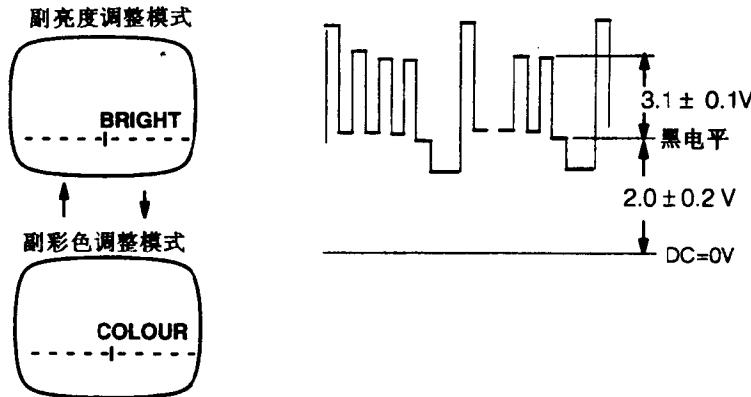

图 1.3.7
①接收一个 PAL 彩条图形。
②在 E32 (G—输出) 的管脚 3 上接上一个示波器。
③在 TPE 和 TP10 之间接上一条短导线。
- ④把彩色、对比度和亮度调到正常。
- ⑤拨动维修开关 (S1101)，然后按下功能钮 S1103，选择副亮度调整模式。
- ⑥按图 1.3.7 所示调整副亮度，用音量“升”或“降”调整： $2.0 \pm 0.2V$ 。
- ⑦按下 S1103 (功能钮) 选择副颜色调整模式。
- ⑧按图 1.3.7 所示按下音量“升”或“降”钮调整彩色副亮度： $3.1 \pm 0.1V$ 。